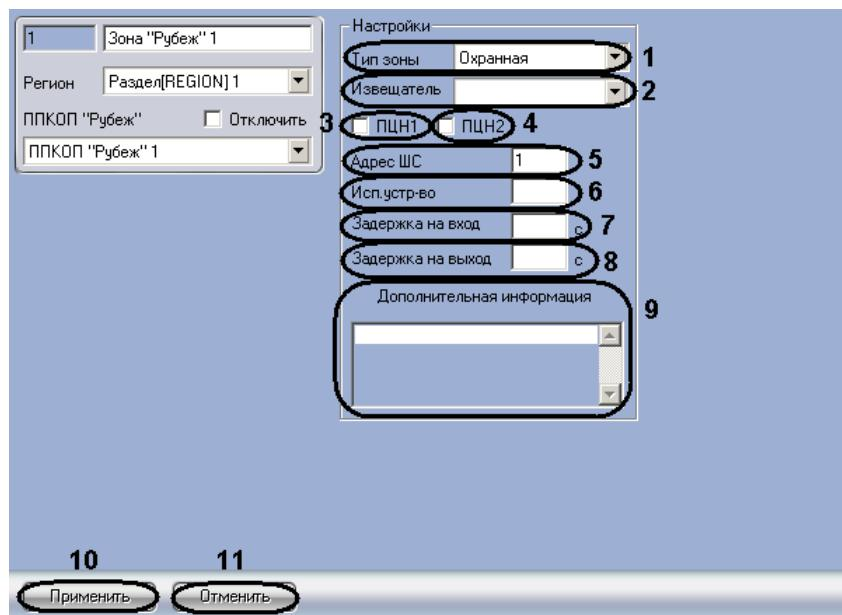

Рис. 3.4-2 Настройка охранных зон
- Перейти на панель настроек объекта **Зона “Рубеж”** (Рис. 3.4-2).
- Выбрать тип зоны охраны из соответствующего раскрывающегося списка (см. Рис. 3.4-2, 1).
- Из раскрывающегося списка **Извещатель** выбрать тип извещателя зоны охраны (см. Рис. 3.4-2, 2).
- Установить флажок **ПЦН1**, если необходимо передавать состояние зоны охраны на пульт централизованного наблюдения 1 (см. Рис. 3.4-2, 3).
- Установить флажок **ПЦН2**, если необходимо передавать состояние зоны охраны на пульт централизованного наблюдения 2 (см. Рис. 3.4-2, 4).
- В поле **Адрес ШС** необходимо ввести адрес соответствующего шлейфа сигнализации на приборе *Рубеж-07* (см. Рис. 3.4-2, 5).
- Указать при необходимости в поле **Исп. устр-во** номер исполнительного устройства для данной зоны (см. Рис. 3.4-2, 6).
- Ввести в поле **Задержка на вход** значение в секундах, определяющее время для снятия шлейфа с охраны при входе (см. Рис. 3.4-2, 7).
- Ввести в поле **Задержка на выход** значение в секундах, определяющее время, при котором объект сможет совершить выход после постановки зоны на охрану (см. Рис. 3.4-2, 8).
*Примечание. В поле **Дополнительная информация** можно ввести любую необходимую информацию о данной зоне охраны (см. Рис. 3.4-2, 9).*
- Для сохранения изменений нажать кнопку **Применить** (см. Рис. 3.4-2, 10).
*Примечание. Для отмены внесенных изменений необходимо нажать кнопку **Отмена** (см. Рис. 3.4-2, 11).*